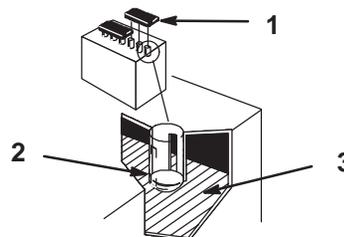

Figure 28
2. Ouvrez les couvercles et regardez à l'intérieur des éléments. Le niveau de l'électrolyte ne doit pas dépasser la partie inférieure du tube (Fig. 28).
**Important** Le niveau d'électrolyte ne doit pas descendre au-dessous des plaques (Fig. 28).
2. Enlevez les bouchons de remplissage (Fig. 28).
3. Versez lentement de l'eau distillée dans chaque élément pour amener le niveau à la partie inférieure du tube (Fig. 28).